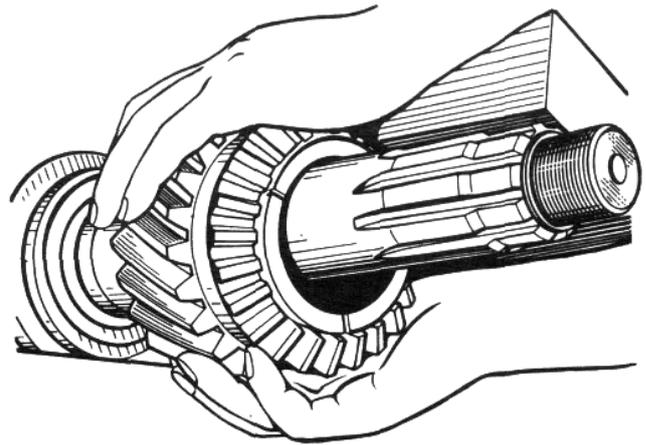

Рис. 15. Снятие шестерни привода заднего моста
23. Снять шестерню привода заднего моста (рис. 15) и стопорное кольцо 83 (см. рис. 9) внутренней обоймы среднего подшипника.